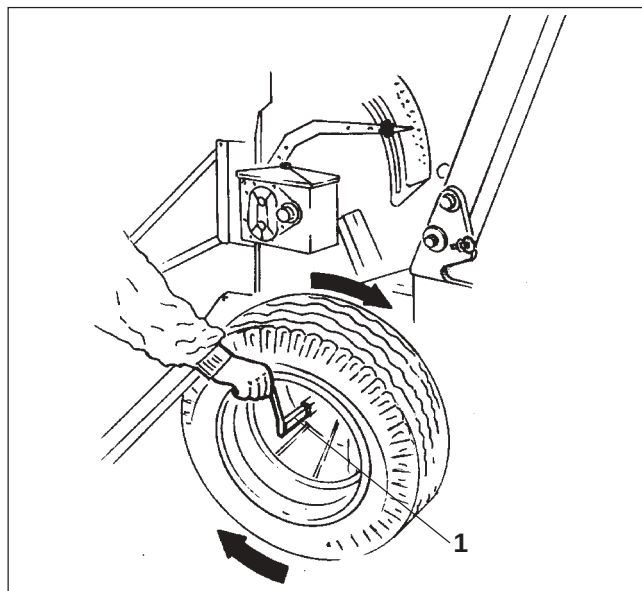
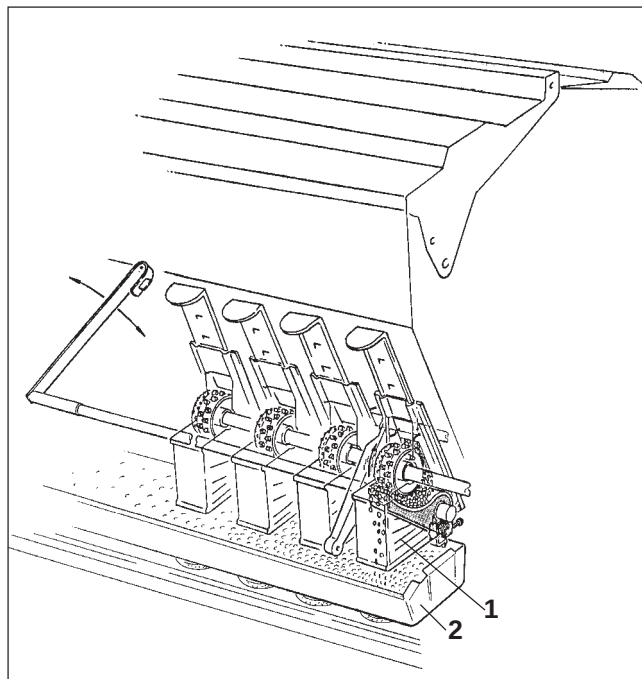

Рис. 8.6
Рис. 8.7
- Вставьте рукоятку для проворачивания высевающих аппаратов сеялки (Рис. 8.6/1) в квадратную трубу, находящуюся в правом колесе и проверните по часовой стрелке до тех пор, пока посевной материал не будет падать в лоток из всех высевных коробок (Рис. 8.7/2).
- Разгрузите лотки (Рис. 8.7/2) в семенной ящик и установите для проверки нормы высева снова на планку с воронками.
- Вставьте рукоятку для проворачивания высевяющих аппаратов сеялки (Рис. 8.6/1) в квадратную трубу, находящуюся в правом колесе и проверните колесо сеялки по часовой стрелке такое количество раз, как указано в пункте 8.3. Обычной является установка сеялки на норму высева на 1/40 га. Только при небольших нормах высева, например, при высеве рапса, и при использовании весов с грубой разметкой, мы рекомендуем производить проверку на 1/10 га.